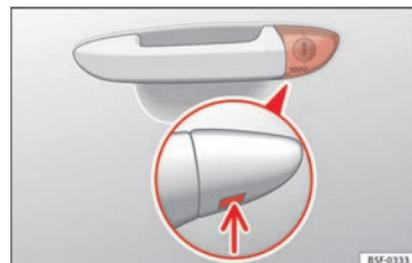

Fig. 3 Poignée de la porte du conducteur : barillet de serrure caché.
- Introduisez le panneton dans l'ouverture du cache de la poignée de la porte du conducteur depuis le bas » » » **fig. 3** (flèche) et retirez le cache vers le haut.